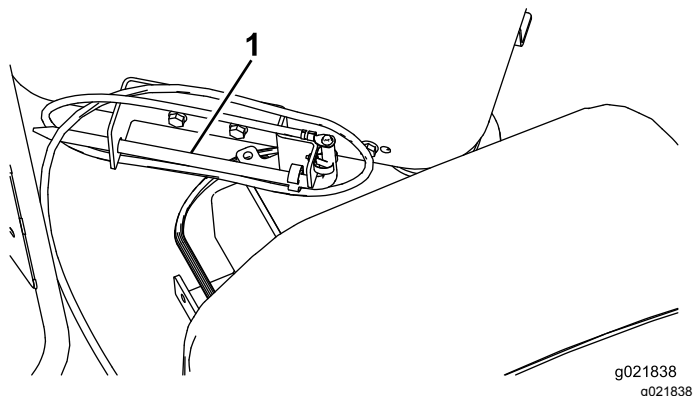

Рисунок 34
- Разместите кол заземления на хранение в держателе на платформе оператора, как показано на Рисунок 34.